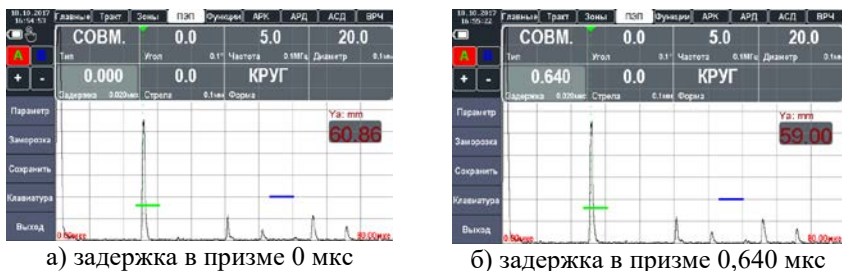

Рисунок 2.10 – Установка задержки в призме преобразователя
3. Задержку в призме преобразователя «ЗДРЖ.» (задержка указывается в мкс). В процессе использования преобразователя задержка в призме может менять, за счет истирания призмы. Задержку можно определить с помощью стандартных образцов см. раздел калибровки (2.5.1 или 2.5.2), на рис. 2.10 представленно определение задержки в призме преобразователя на СО-2.